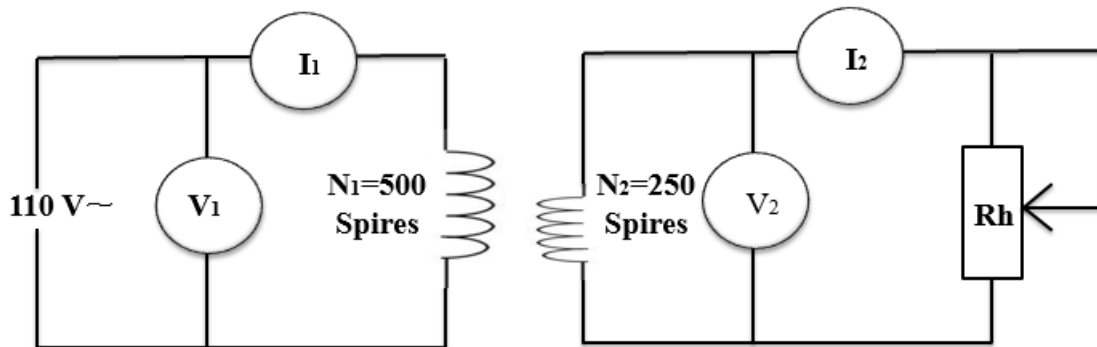

Figure 14. Schéma simplifié du montage utilisé pour le calcul du rendement d'un transformateur à 2 bobines.
- a) Réaliser le montage de la figure 14 avec  $N_1=500$  spires et  $N_2=250$  spires.